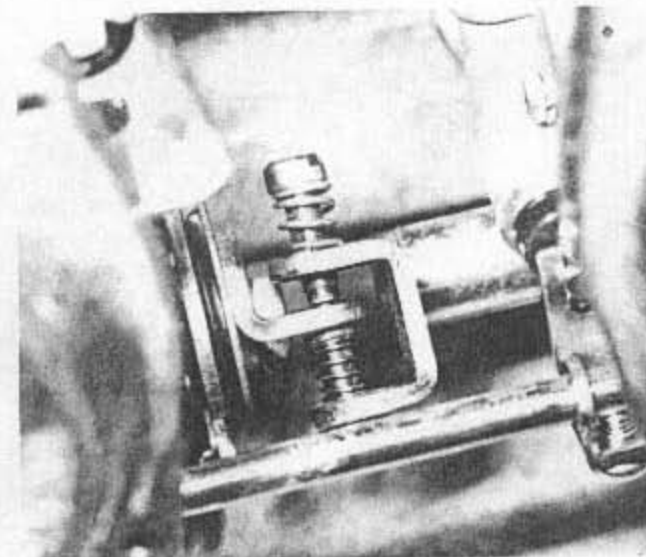

Bild 192
- Beim Wiederaufbau der Vergaser auf die Trägerplatte vergewissere man sich, dass der Kraftstoffverbindungsschlauch in gutem Zustand ist und fest auf dem Anschlussstutzen sitzt. Der Drosselklappenhebel des rechten Vergasers muss so in den Hebel des linken Instruments eingepasst werden, dass er zwischen dem federvorgespannten Zapfen und der Synchronisierschraube liegt (Bild 192).